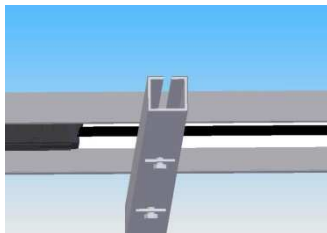

Fig. 7
- Il modulo fotovoltaico dovrebbe anche essere fissato e montato utilizzando i buchi preforati sulla cornice; tali fori verranno effettuati da **ILB HELIOS** su richiesta. Il modulo sarà quindi fissato con bulloni, rondelle e dadi almeno del tipo M6 (vedere Fig. 7, 8 e 9). La procedura di montaggio dovrebbe essere approvata da **ILB HELIOS**, altrimenti **ILB HELIOS** non può fornire alcuna garanzia per il modulo.